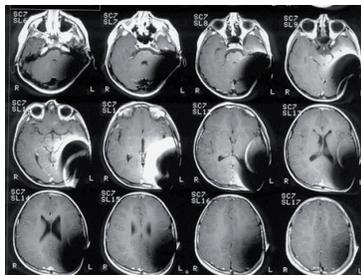

Abb. 2: MR-Bilder mit 1,5 T Scanner (8-jähriges Kind)
- Bildartefakte sind zu erwarten (siehe Abb. 2).